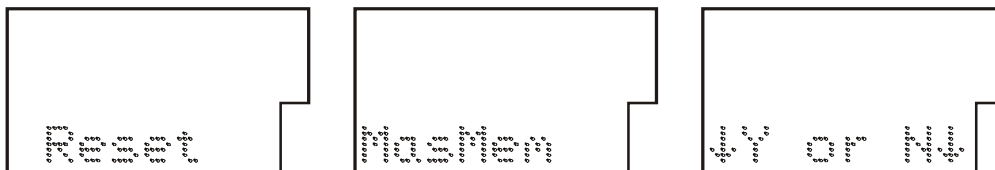

Figura 10: Sinalização do acesso ao reset da memória de massa.
e) o relé sinalizar o acesso ao reset da memória de massa como mostrado na figura 10.